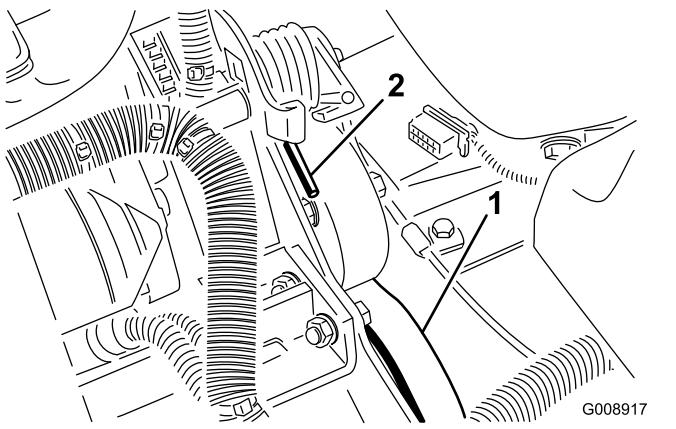

Figura 56
- Premete l'estremità della molla e spingetela in avanti (Figura 56) per sbloccarla dalla staffa e rilasciare la tensione della molla.